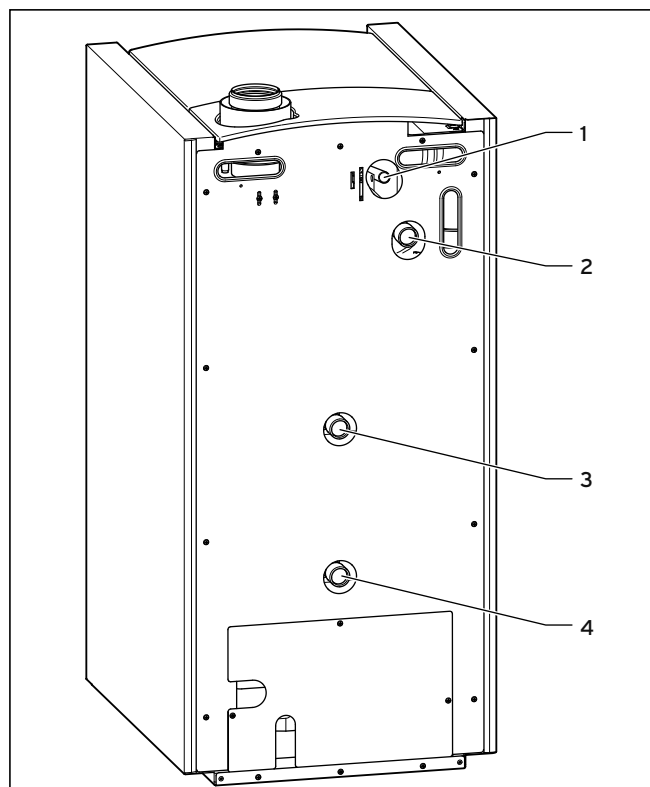

Рис. 5.4 Подключение со стороны отопления
- ▶ Подключите обратную линию водонагревателя к штуцеру обратной высокотемпературной линии котла (**3 на рис. 5.4**).